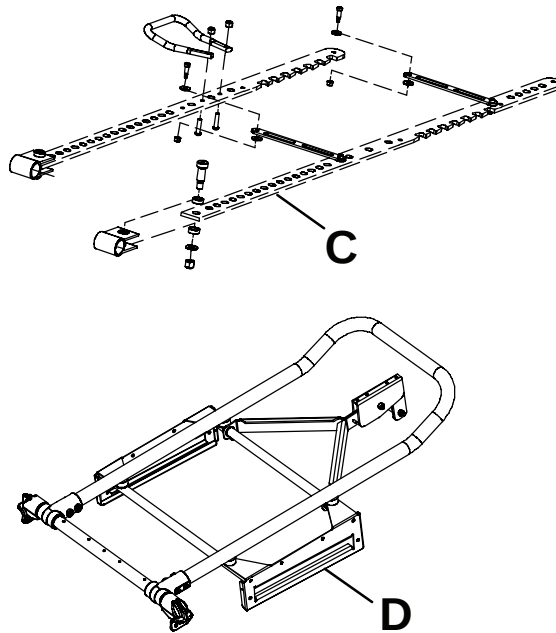

Abbildung 28 – Höhenverstellungsschienen und Schiebepatten
4. **Tri-Flow™** auf die rechte und linke Höhenverstellungsschiene (C) (Abbildung 28). Auf eine gleichmäßige Applikation achten.
5. **Tri-Flow™** auf die rechte und linke Schiebepatte (D) auftragen (Abbildung 28). Auf eine gleichmäßige Applikation achten.